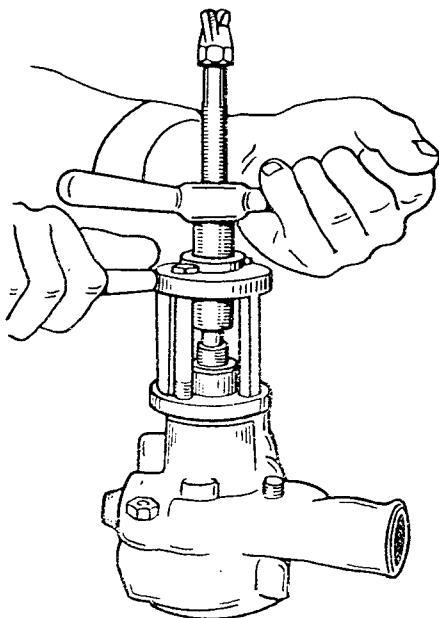

Bild 66. Ausbau der Wasserpumpenriemenscheibennabe
2. Befestigungsschraube der Riemenscheibennabe losschrauben und Nabe mit Abzieher absetzen (Bild 66).